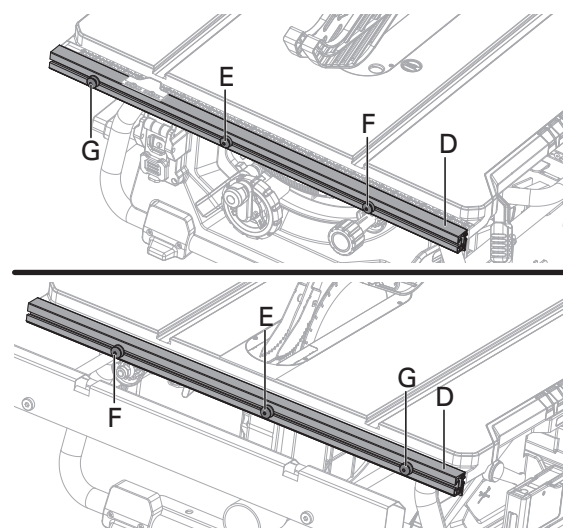

Fig. 12b
- Pousser le levier des rails du guide (A) vers l'arrière de la scie pour le déverrouiller.
- Desserrer les boutons de verrouillage du guide longitudinal (B) sur le guide longitudinal.
- Faire glisser le guide longitudinal (C) vers la droite et le soulever en angle, puis retirer le guide des rails avant et arrière (D).
⚠ PRÉCAUTION : Il y a trois vis de réglage (E, F, G) sur chaque rail avant et arrière (D) qui maintiennent le guide longitudinal. Vis de réglage (E, F) utilisées pour le guide longitudinal sur la droite de la lame de scie. Vis de réglage (G) utilisées pour le guide longitudinal sur la gauche de la lame de scie. (Fig. 12b)